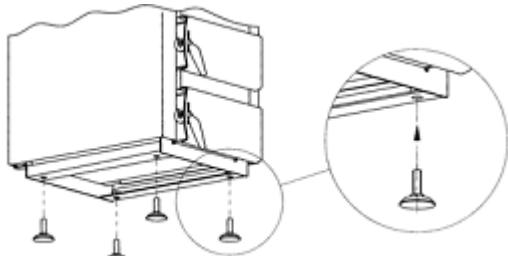

Рис. 4 Горизонтальне встановлення котла
- A. Котел разом з теплообмінником встановити на негорючій основі, використовуючи теплоізолючу плиту більшу принаймні по 2 см на сторону від бази котла. Якщо котел розміщений у підвалі, радимо поставити його на підмурівок висотою 5-10 см. Для горизонтального розміщення котла служать 4 ніжки, які можна вкрутити в отвори в основі котла (Рис.4).